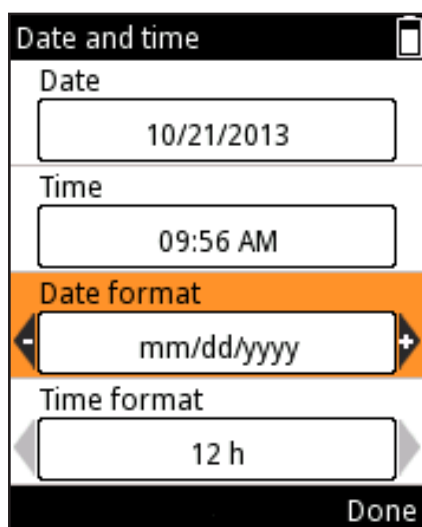

Imagen D58.
6. Es posible cambiar los campos Date format (Formato de fecha) y Time format (Formato de hora) con  ,  (Imagen D58).